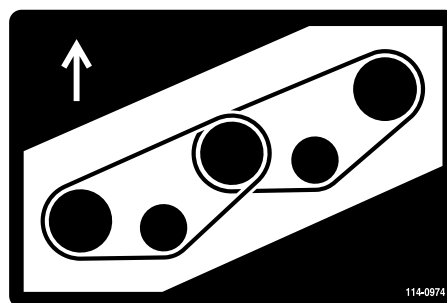
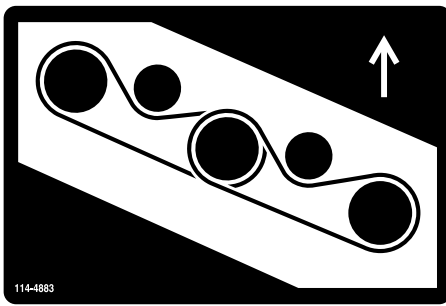

Figura 85
Figura 86
7. Pase la correa nueva alrededor de las poleas de los ejes y del conjunto de la polea tensora (Figura 85 y Figura 86).